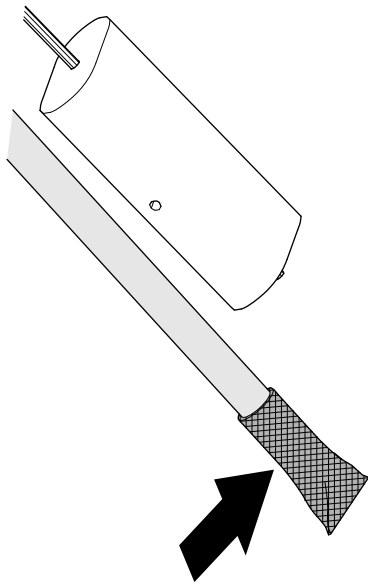

Figura 91
1. Curățați ecranul de la capătul tubului de colectare a combustibilului (Figura 91).